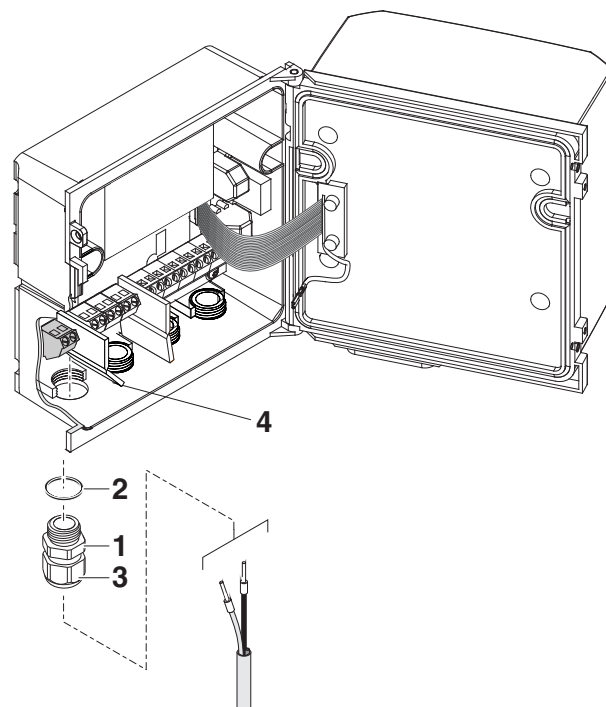

figure 3-16 Introduction du câble 24 V AC/DC.
- 5 Visser un passe-câbles à vis (pos. 1 figure 3-16) avec bague d'étanchéité (pos. 2) dans le boîtier au-dessous du raccordement secteur 24V AC/DC.
- 6 Desserrer l'écrou de serrage (pos. 3).
- 7 Introduire le câble 24 V AC/DC dans le boîtier à travers le passe-câbles à vis. Ce faisant, plier la paroi de séparation souple (pos. 4) vers la droite.
- 9 Serrer l'écrou de serrage (pos. 3 sur figure 3-16).